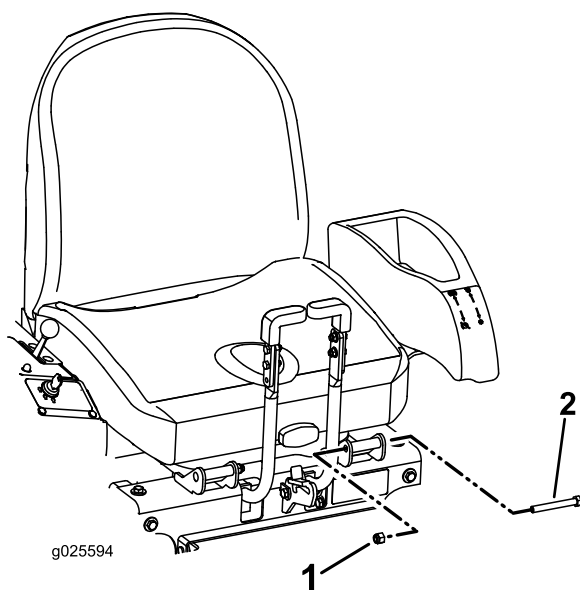

Figura 7
3. Rimuovete i 2 bulloni e i 2 dadi di bloccaggio nella parte anteriore del sedile laddove questo è incernierato (Figura 7).